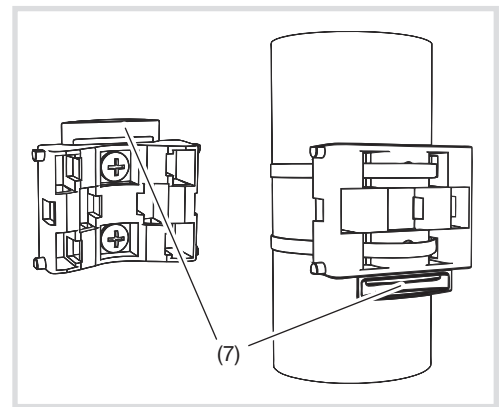

Figura 5: fissaggio sulla parete (sinistra)/sul palo (destra)
- La stazione meteorologica deve essere montata in posizione verticale su una parete (figura 2) o su un palo (figura 5, a destra)
- in caso di montaggio a parete, applicare alla parete il lato piatto del supporto, la forma a mezzaluna (7) verso l'alto (figura 5, a sinistra).
- in caso di montaggio su un palo, applicare sul palo il lato curvo e la forma a mezzaluna (7) verso il basso (figura 5, a destra).